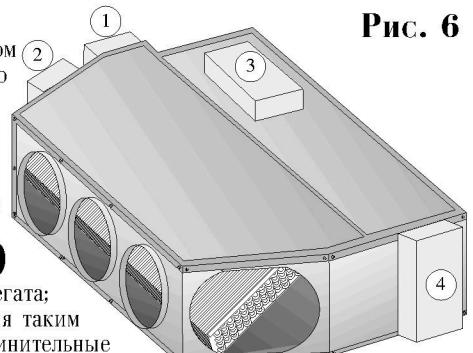

Рис. 7
Электрические соединения внутреннего агрегата (см. рис. 7, 7а)
Блок питания может быть размещен в различных положениях относительно внутреннего агрегата; смотрите позиции ②, ③ и ④, или на расстоянии до 1,5 м от него. Устанавливайте блок питания таким образом, чтобы обеспечить удобный доступ обслуживающему персоналу. Блок питания и соединительные провода должны быть защищены от воды и влаги. Блок питания поставляется подсоединененным к внутреннему агрегату (смотрите ① на рис. 7), и если такое положение не мешает установке, то его можно оставить на месте.
1. Откройте блок управления, найдите положение соединений с внутренней части крышки блока управления. Смотри Рис. 7а.
- Разместите настенный пульт ① на расстоянии до 8 метров от блока управления. Выберите такое положение, которое позволяет получать команды из любого места комнаты. (Необходимо, чтобы настенный пульт и пульт дистанционного управления всегда находились на линии прямой видимости).
- Подсоедините один конец кабеля ② к настенному пульту, а другой конец - к точке на блоке управления, маркированной как "DISPLAY" - DP.
11. Переключатель DIP следует привести в положение, показанное на Рис. 7а.